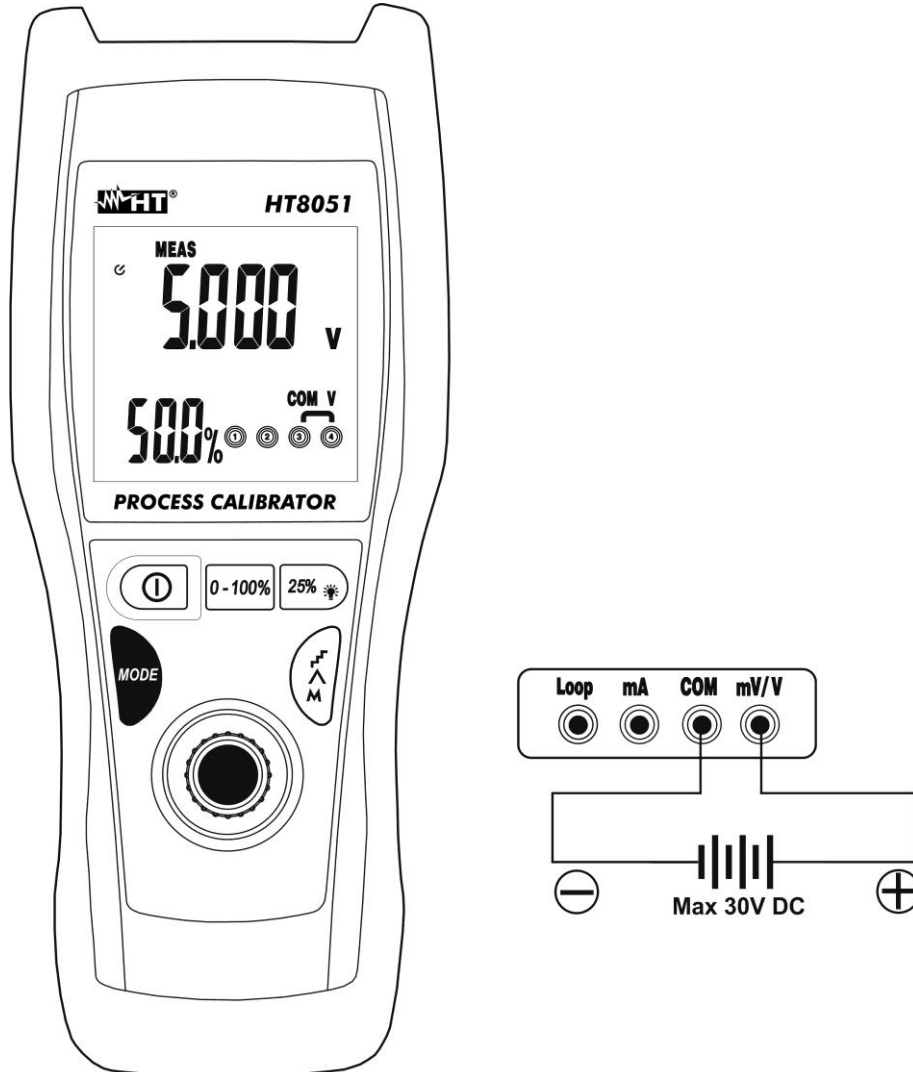

Fig. 3: Medida de Tensión CC
3. Posicione la punta verde y la punta negra respectivamente en los puntos de potencial positivo y negativo del circuito en examen (vea Fig. 3). El valor de la tensión se muestra en el visualizador principal y el valor porcentual respecto al fondo escala en el visualizador secundario
4. El mensaje **"-OL-"** indica que la tensión en examen excede el valor máximo medible por el instrumento. El instrumento no realiza mediciones de voltaje con polaridad opuesta con respecto a la conexión de la Fig. 3 El valor "0000" se muestra en la pantalla